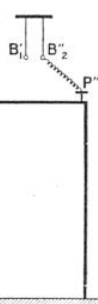
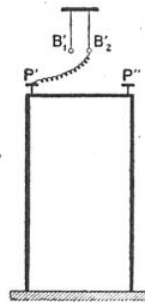

FIG. 5
FIG. 8
Ceci fait, on constate (fig. 5) que les deux billes se rapprochent : avec les données numériques que nous avons choisies, la distance des centres passe de 4 centimètres (fig. 3) à 2 centimètres (fig. 5). C'est ce qu'on
Ceci fait, on constate (fig. 8) — avec quelque difficulté, nous allons voir pourquoi — que les deux billes se repoussent : la distance des centres passe de 4 centimètres (fig. 6) à 4 cm 4 (fig. 8). C'est l'ingénieur et physicien français Coulomb (1785) qui se rendit compte de l'influence de la distance
sur les actions électriques (2) : dans notre dispositif, la distance $B'_1 B'_2$ (fig. 5) est forcément plus petite que la distance $B'_1 B'_2$ (fig. 8) ; c'est la raison, bien simple, pour laquelle B'_1 et B'_2 s'attirent plus fortement que B'_1 et B'_2 ne se repoussent. Dans des conditions identiques de distance et d'électrisation, la répulsion serait équivalente à l'attraction.
De même que les figures 5 et 8 permettent de connaître les charges des sphères de laiton (1), de même, l'observation de la goutte H nous donnera sa charge électrique. On écrira tout simplement, lorsqu'on aura réalisé le repos :